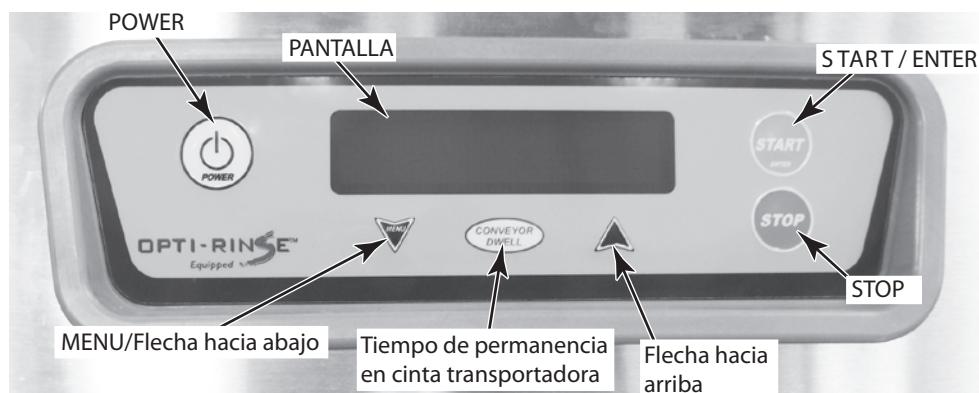

Figura 28
Los controles se ubican en la parte superior del lavavajillas. El teclado y la pantalla se encuentran al frente de la caja de control (Figura 28).
Cierre todas las puertas. Para comenzar el llenado una vez que la máquina está lista, presione el botón POWER (Figura 28).
5. Presione el botón POWER en el teclado (Figura 28). El lavavajillas se llenará automáticamente (consulte la sección "Llenado del lavavajillas" en esta misma página). Una vez que el tanque está lleno, se encenderá el quemador si se requiere aplicar calor. El sistema de ignición considera un período de 15 segundos de purga antes de comenzar su labor.
6. Si el lavavajillas no funciona, presione el botón POWER en el teclado (Figura 28) y cierre la válvula manual de gas. Comuníquese con el servicio técnico de Hobart o con el proveedor local de gas.
Una vez que la máquina se ha llenado, haga funcionar las bombas presionando el botón STAR / ENTER en el teclado (Figura 28) o insertando una canastilla en la máquina.
La configuración estándar de la cinta transportadora permite que el operador la detenga para lavar profundamente la vajilla demasiado sucia durante un tiempo más prolongado. Cuando la canastilla llegue a la cámara de lavado, presione el botón CONVEYOR DWELL (tiempo de permanencia en cinta transportadora) en el teclado (Figura 28) para detener por un momento la cinta transportadora. Para reiniciar el movimiento, presione el botón START/ENTER o nuevamente CONVEYOR DWELL en el teclado (Figura 28).
Si la canastilla se atasca o si la carga es excesiva, un mecanismo de sobrecarga apaga el motor de la cinta transportadora y en la pantalla se lee "Clear Conveyor Jam" (despeje el atasco en la cinta transportadora). Abra las puertas y elimine el atasco. Una vez eliminado, cierre las puertas y pulse el botón START/ENTER en el teclado (Figura 28) para reiniciar el funcionamiento del lavavajillas.
En pantalla aparecen todas las temperaturas del tanque (Figura 28) cuando la máquina está funcionando. La temperatura "Final Rinse" muestra unas rayas (---) hasta que una canastilla ingresa a la zona de enjuague. Luego se lee "Final Rinse". Una vez que la vajilla abandona la zona de enjuague, Final Rinse vuelve a mostrar ---.
En caso de que no ingrese ninguna canastilla a la máquina por un tiempo preestablecido, el temporizador automático inicia la cuenta regresiva y las bombas y la cinta transportadora se apagan para ahorrar energía. El tanque continúa calentándose y en pantalla se muestran las diversas temperaturas. Para reanudar el funcionamiento, inserte una canastilla o presione el botón START/ENTER en el teclado (Figura 28).
Luego de un período de inactividad de la máquina, el control inicia el modo Ahorro de Energía (ESM): todos los componentes de la lavadora de utensilios se apagan y la pantalla de control se atenúa mostrando la leyenda "Energy Saver Active / Press STOP to Exit" (Modo ahorro de energía activo. Presione STOP para salir). Para salir del modo Ahorro de Energía presione el botón STOP (Figura 28). Puede presionar el botón POWER para apagar completamente la máquina. El tiempo de inactividad de la máquina antes de ESM se puede establecer entre 1 y 6 horas en el menú de Parámetros. La configuración de fábrica es de 2 horas. Consulte la página 34.
1. Presione el botón POWER en el teclado para apagar la máquina (Figura 28).
**Instrucciones para quitar el sarro:** Siga las instrucciones detalladas en el envase del compuesto químico para la eliminación del sarro. Mientras se lleva a cabo el proceso, la máquina debe estar encendida con las bombas funcionando; la cinta transportadora puede estar detenida. Presione el botón CONVEYOR DWELL del teclado (Figura 28) para apagar el motor de la cinta transportadora mientras se elimina el sarro.